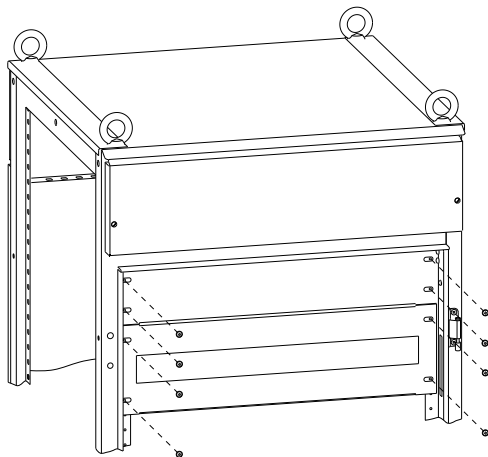

Рисунок 35
18.1 Приложите Панель (панели) к вертикальным уголкам Рамы под панели ЛГ/ЛМА на нужной высоте и закрепите четырьмя винтами М4×8 (рисунок 35). Используя панели различных высот, можно произвести закрытие всего проёма корпуса.